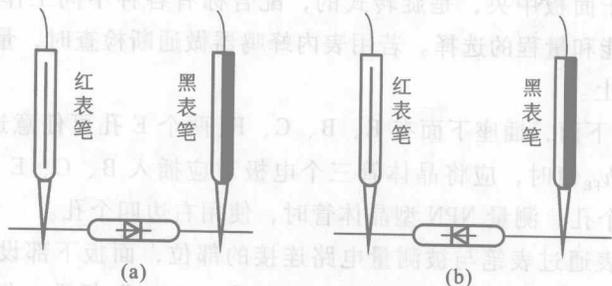

图 1-1-14 二极管的测量
**二极管的测量:** 将量程选择开关拨至二极管符号挡, 红、黑表笔短杆分别插入“**VΩ**”和“**COM**”插孔, 将表笔接至二极管两端, 如图 1-1-14 所示。图 1-1-14(a) 所示的接法正好使万用表显示的是二极管的正向电压。若二极管内部短路或开路, 显示值为“000”或“1”。图 1-1-14(b) 所示的接法正好是二极管反向电压的测量, 若二极管是好的, 显示屏左端出现“1”, 若损坏, 显示值为“000”。